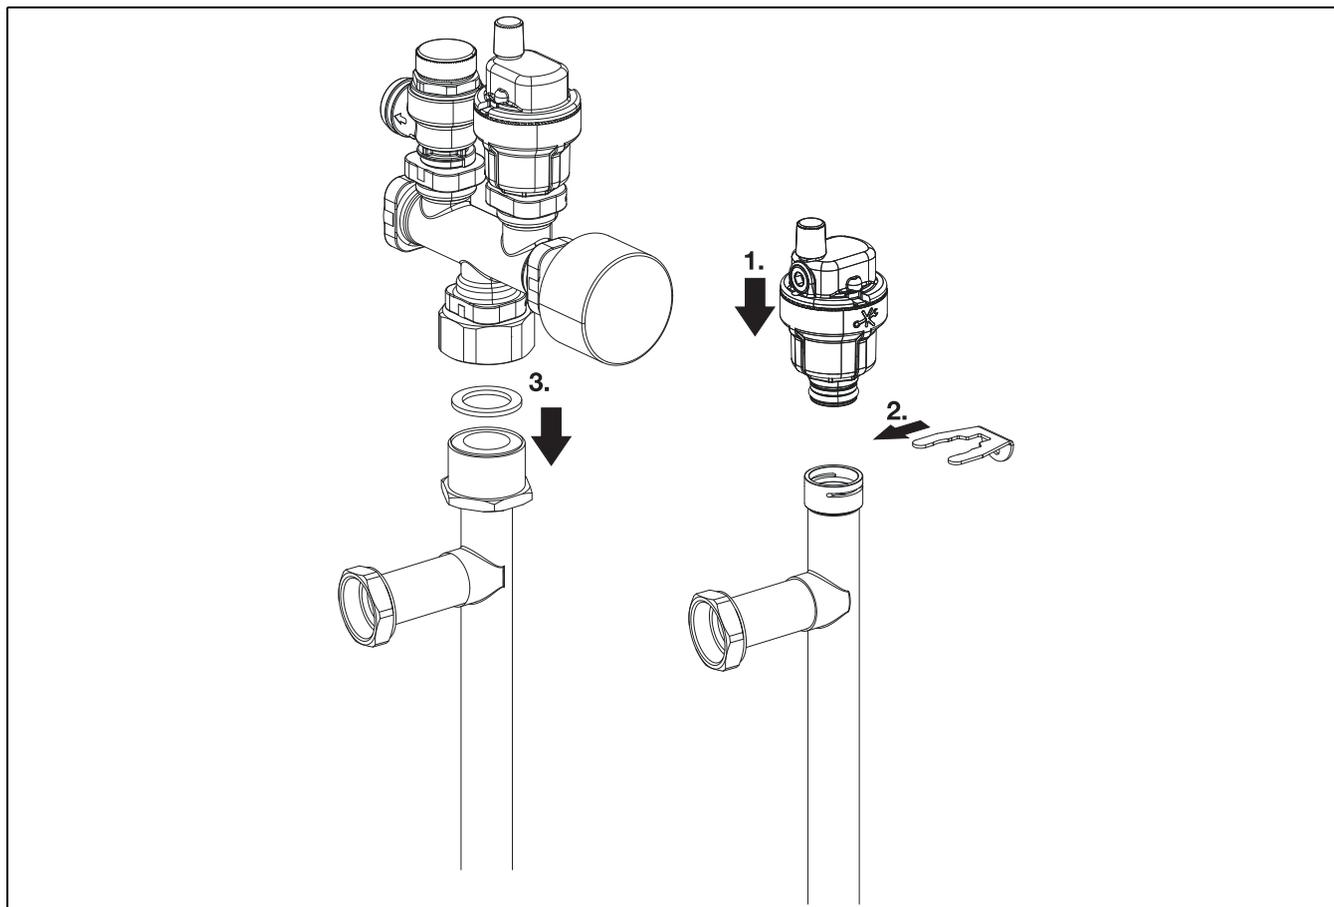

Fig. 11 Groupe de sécurité et purgeur
- ▶ Installer la vanne de purge (→ voir fig. 11, [1]) dans le raccordement d'entrée d'eau chaude sanitaire et le groupe de sécurité (→ voir fig. 11 [3]) dans le raccordement de sortie d'eau chaude sanitaire. Le groupe de sécurité doit être installé avec un anneau d'étanchéité plat.
- ▶ Installer les conduites d'eau chaude sanitaire de l'unité intérieure et le groupe de sécurité conformément à la fig. 11. Lors de travaux sur le raccordement inférieur, les conduites peuvent être tournées vers le côté souhaité.